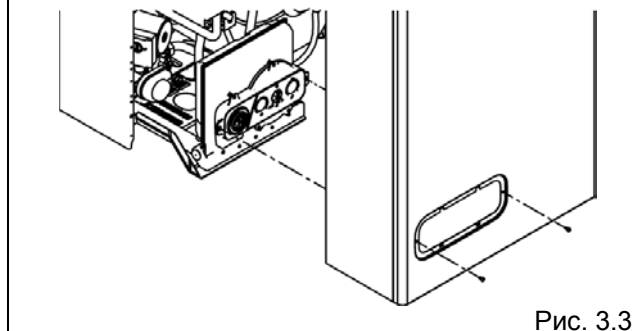

Рис. 3.3
- отверните крепежные винты облицовки (рис. 3.3)